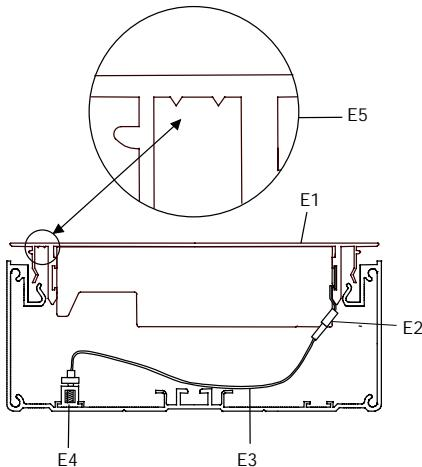

Bild 5: Einsetzen der Module
- Alle Abdeckungen und Module werden mit ihrer Aufsetzungsmarkierung linksseitig eingebaut (vgl. Bild 5).
#### Montage der Module (Bild 5)